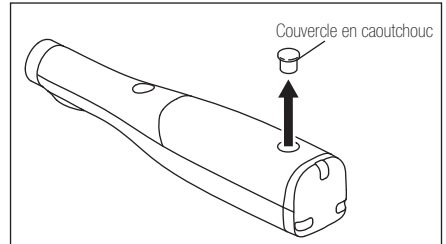

Fig. 13
- 2) Enlevez le couvercle en caoutchouc du capot des piles avec un tournevis plat et fin. (Fig. 13)